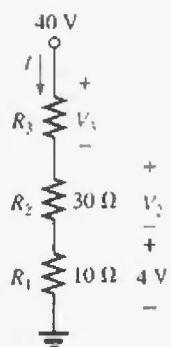

FIGURA 5.87
17. Con referencia a la figura 5.87: